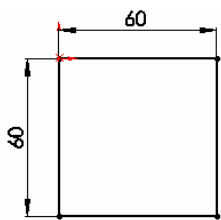

图 5-62 绘制草图
❶ 设置基准面。在左侧的“FeatureManager 设计树”中用鼠标选择“前视基准面”作为绘制图形的基准面。
❷ 绘制草图。选择菜单栏中的“工具”→“草图绘制实体”→“矩形”命令，以原点为一角点绘制一个矩形并标注尺寸。结果如图 5-62 所示。
❸ 拉伸实体。选择菜单栏中的“插入”→“凸台/基体”→“拉伸”命令，将上一步绘制的草图拉伸为“深度”为 60 的实体。